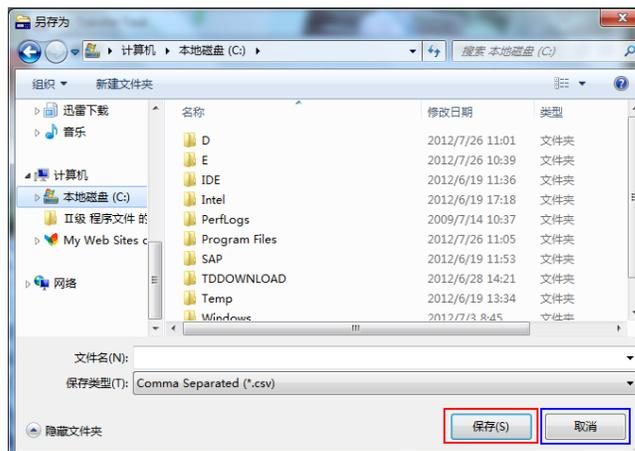

图 3-3: “另存为”对话框
- 除了**在“保存文件名：”输入框内直接输入文件名**，用户还可以点击输入框右边的选择按钮，在出现的**“另存为”对话框**中，选择存储文件的位置和名字，如图 3-3 所示。